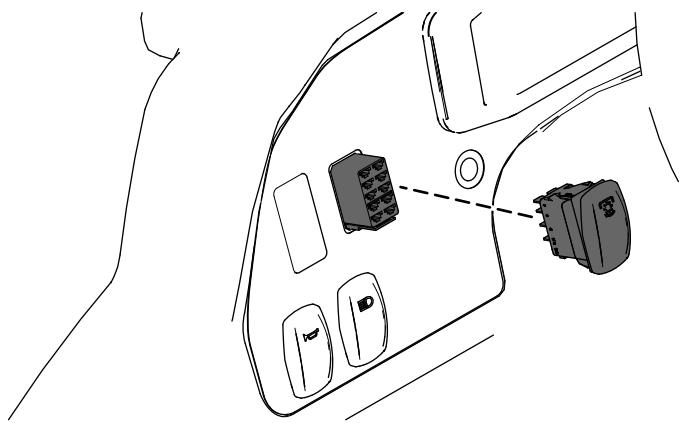

Figura 20
2. Localize a cablagem rotulada HIGH-FLOW HYDRAULIC com o conector de circuito e ligue o interruptor ao conector (Figura 20).